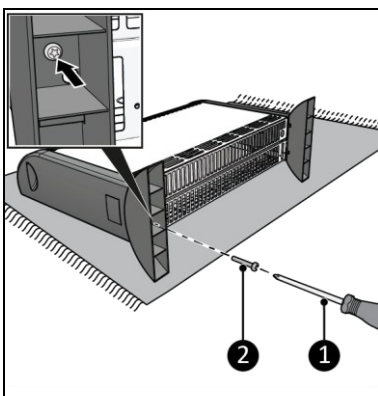

Figure 5
4. Vissez et serrez les pieds avec les vis autotaraudeuses (figure 5, pos. 2) à l'aide d'un tournevis Phillips (figure 5, pos. 1).